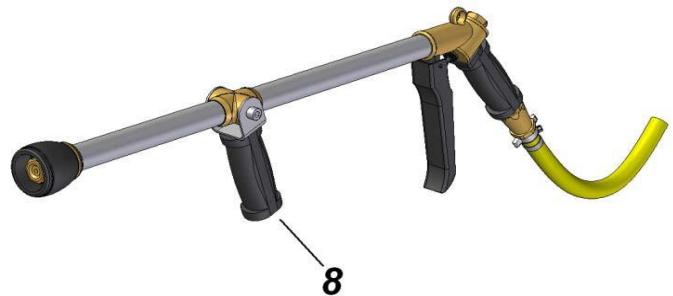

Abb. 6
- 6 - Den Strahl des Spritzrohrs Mitra mit dem Hebel (**Abb. 6 - Pos. 8**) regeln.